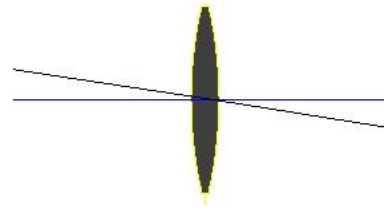

Abbildung 4: Zentrumsstrahl
- Der Strahl durch das Zentrum (Abbildung 4) verläuft als gerade Linie.